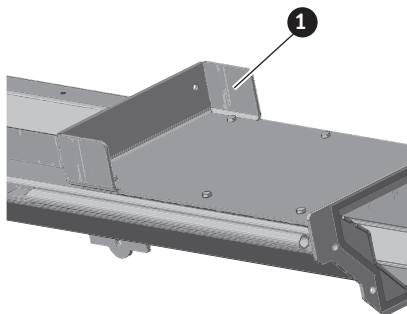

Fig. 130 Piastra di rinforzo
- Ove possibile, disporre il pozzetto di prelievo in modo tale che il bordo superiore della piastra di rinforzo (Fig. 130) si trovi all'esterno o all'interno dell'apertura nella parete (Fig. 131), altrimenti occorre ritagliare le lamiere di copertura (vedere il punto 13.15 a pagina 59) per la canalizzazione a muro.